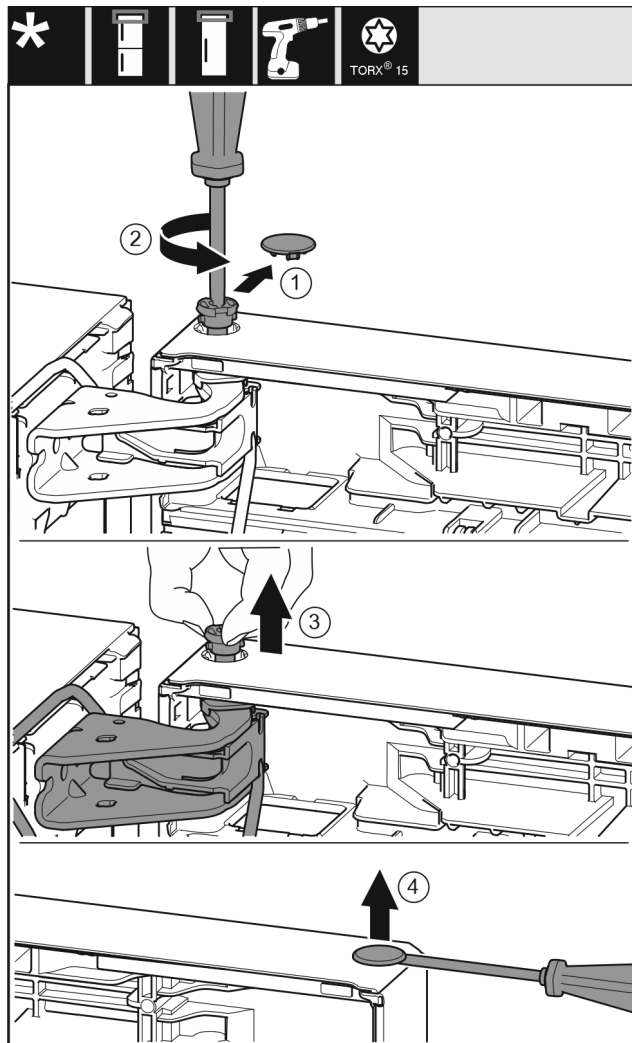

Fig. 22
- ▶ Ostrożnie zdjąć osłonę zabezpieczającą. Fig. 22 (1)
- ▶ Sworzeń wykręcić nieco przy pomocy śrubokręta T15. Fig. 22 (2)
- ▶ Przytrzymać drzwi i wyjąć sworzeń palcami. Fig. 22 (3)
- ▶ Zatyckę ostrożnie podważyć przy pomocy śrubokręta i wyjąć z tulei łożyskowej drzwi. Fig. 22 (4)